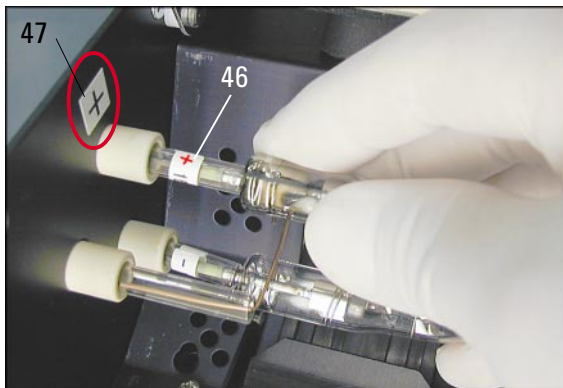
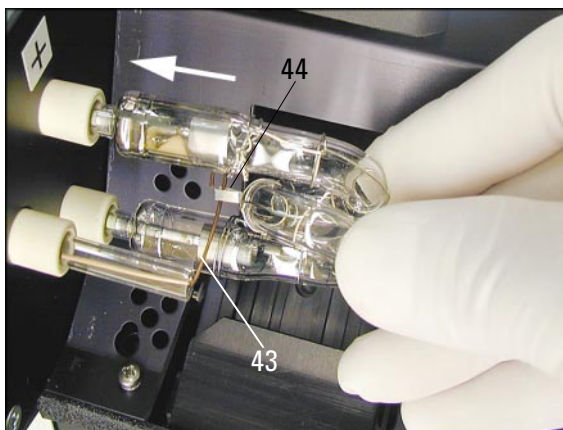

Fig. 16
Fig. 17
- Pour mettre en place le tube à éclats, l'introduire d'abord dans le culot (45) de la douille (fig. 16) ; appuyer ensuite doucement jusqu'à la butée – le marquage de la polarité (46) ne doit plus être visible (fig. 17). Le cas échéant, bouger légèrement le tube de haut en bas.
Lors de la mise en place du tube, respecter la polarité ! L'électrode de la lampe qui est marquée d'un + (46) doit être placée dans la douille (45) ayant un marquage identique (47) (fig. 16).
- Après la mise en place, le ressort de contact (43) doit toucher le fil d'allumage (44) de la lampe (fig. 17).
- Rabattre le réflecteur vers le bas, remettre la vis (39) et la serrer.
- Refermer le capot (4) de l'appareil.